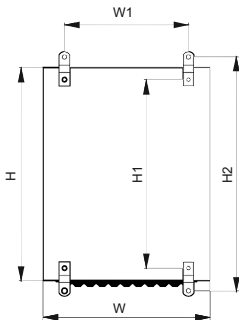

Рисунок 1 – Вид корпуса сзади
5.4 На задней стенке выполнены отверстия для навески на стену (рисунок 1).